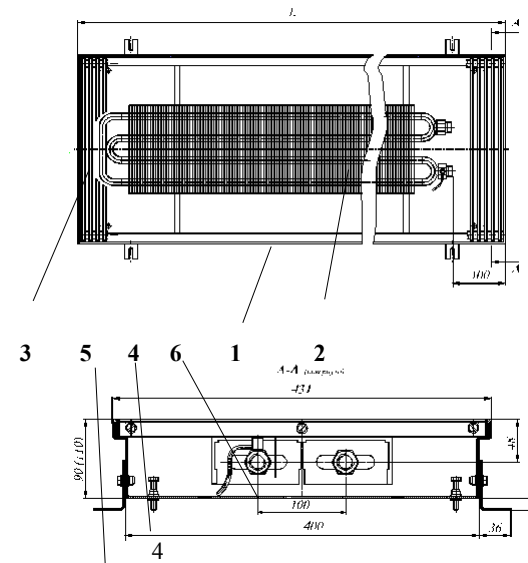

Рис. 1 Конвектор КРКД 43.09(11).60...300 концевой
Конвекторы имеют (см. рис.1,2):
4.2 Размеры и технические характеристики изделий представлены на Рис.1, 2 и в таблице 1, 2 .
- 5.4 После соединения теплового пакета с трубопроводами и запуске системы отопления, при необходимости, выполнить удаление воздуха. Для этого свободный конец пластиковой трубки воздушного клапана 6 (см. рис.1) опустить в заранее подготовленную емкость для слива воды. Ключом отвернуть клапан на 0,5-1,5 оборота. После удаления воздуха, клапан закрыть.